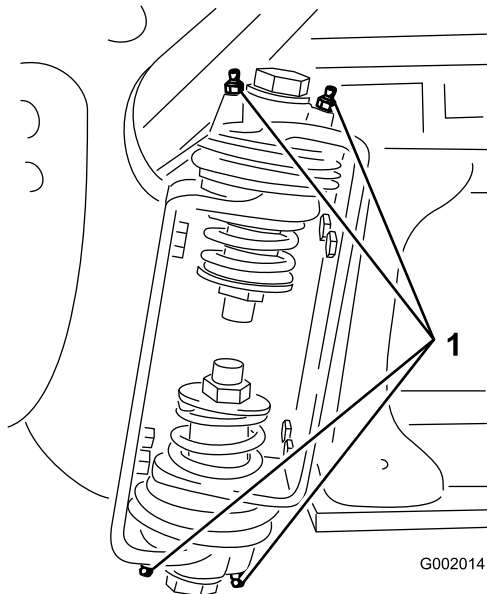

Figure 91
2. Injectez la graisse dans le roulement ou la bague au niveau de chaque graisseur (Figure 91).